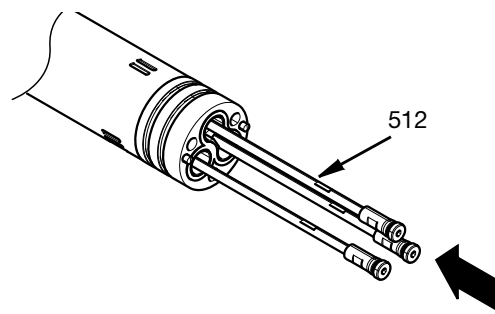

FIG. 29
9. Inserir as válvulas de corte de haste (512) através do adaptador no corpo central. Consulte a FIG. 29.